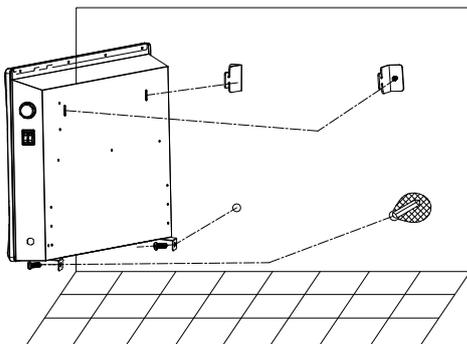

Рис. 8
7. Разместите прибор на стене, повесив его на кронштейны и зафиксировав с помощью шурупов через крепежи в нижней части прибора (рис. 8).